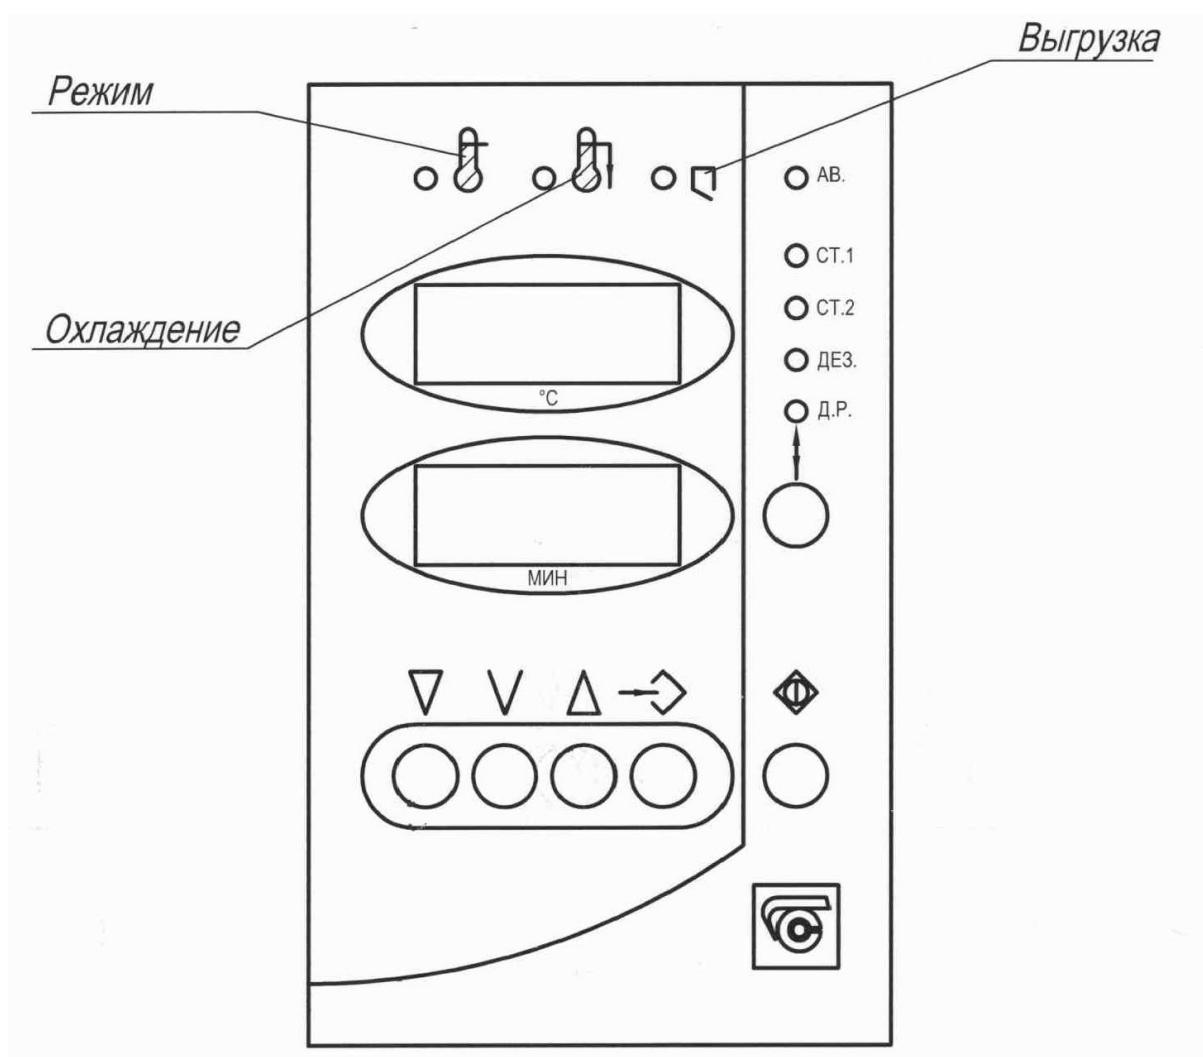

Рисунок 2 – Панель управления
10.4. Включить стерилизатор, нажав на выключатель сети, расположенный внизу приборного отсека, при этом включится вентилятор, на индикаторах температуры «°С» появится текущая температура в камере. Выбрать нужную программу работы стерилизатора путем последовательного нажатия клавиши «↓» на панели управления (рисунок 2), при этом загорается соответствующий данной программе светодиод. На индикаторах температуры появится значение номинальной температуры выбранного режима, а на индикаторах времени «МИН» – время выдержки для выбранного режима.